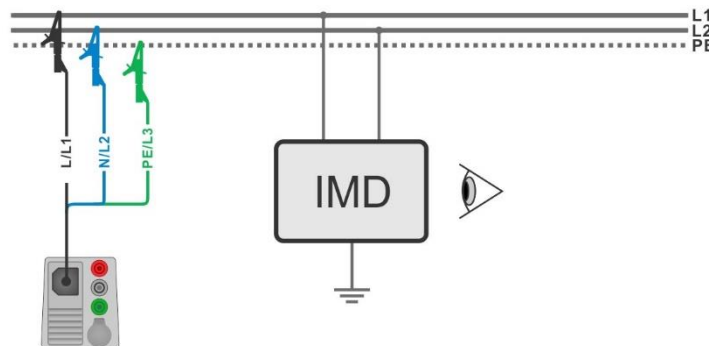
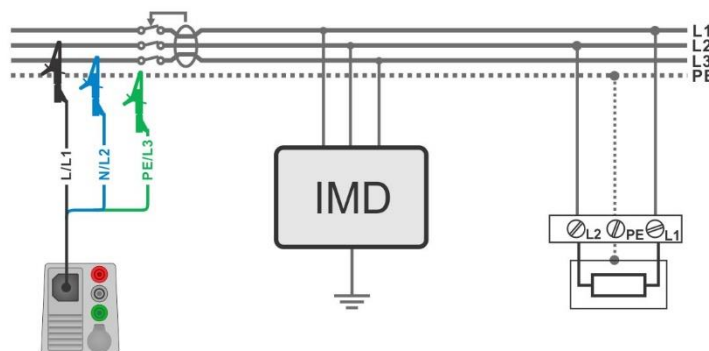

Abbildung 7.90: Messung des höchsten ersten Fehlerableitstroms mit der 3-Leiter-Messleitung
Abbildung 7.91: Messung des ersten Fehlerableitstrom im RCD geschützten Stromkreis mit der 3-Leiter-Messleitung
- › Schließen Sie den 3-Leiter Prüfadapter am Prüfling an, siehe **Abbildung 7.90** und **Abbildung 7.91**.